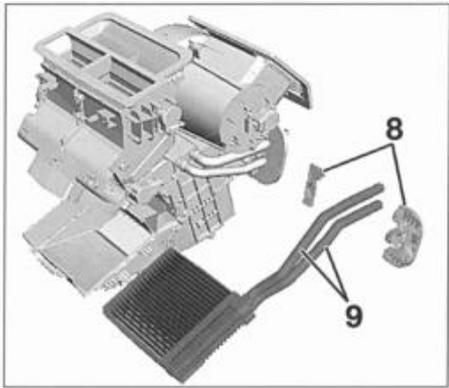

FIG. 14
- las 2 partes de la guía de los manguitos en el salpicadero (8) (fig. 14).
- Cortar las tuberías rígidas (9) del radiador de calefacción.